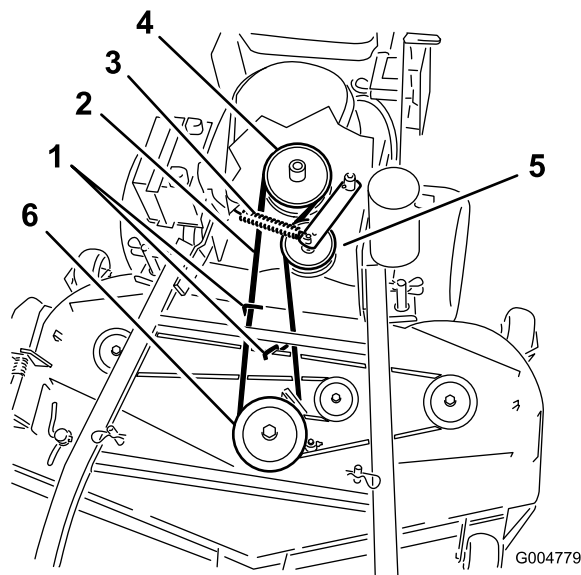

Figure 61
6. Retirez la courroie de la poulie centrale sur le plateau de coupe (Figure 61). Procédez avec précaution lors du retrait de la courroie, car la tension est augmentée par la poulie de tension rappelée par ressort.
7. Retirez la courroie de la poulie de moteur et la poulie de tension rappelée par ressort (Figure 61).
8. Placez une courroie neuve sur la poulie de moteur et la poulie de tension rappelée par ressort (Figure 61).
9. Installez la courroie sur la poulie centrale du plateau de coupe (Figure 61). Procédez avec précaution lors de la repose de la courroie, car la tension est augmentée par la poulie de tension rappelée par ressort.
11. Réglez l'écartement entre le guide et la courroie à 3 mm (1/8") (Figure 61).